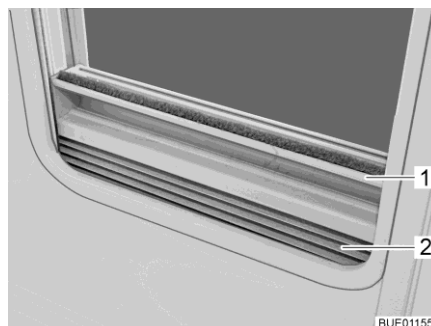

Fig. 58 Estor plegable
- Sujetar el estor plegable (Fig. 58,2) por el centro del agarradero (Fig. 58,1), tirar de abajo a arriba y soltarla a la altura deseada. El estor plegable se queda fijo a esta altura.